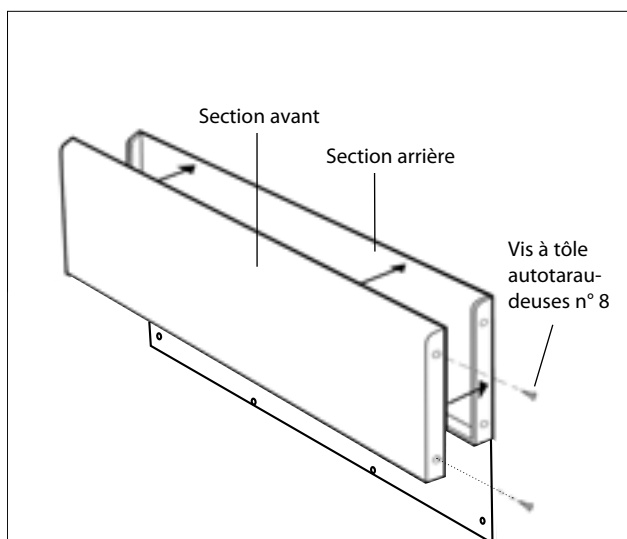

Fig.01
1. Déballez le dossier et vissez la section avant sur la section arrière, comme illustré (Fig.01).